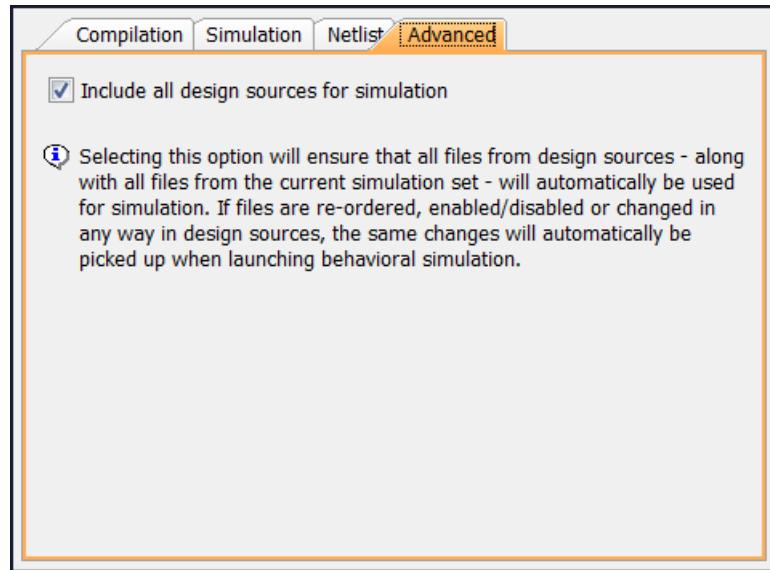

図 3-4: アドバンス シミュレーション設定
- [Advanced] タブ : 41 ページの図 3-4 に示すように、シミュレーションにすべてのデザイン ソースを含めるオプションがあります。オフにすると、シミュレーションするファイルのみを含めることができます。